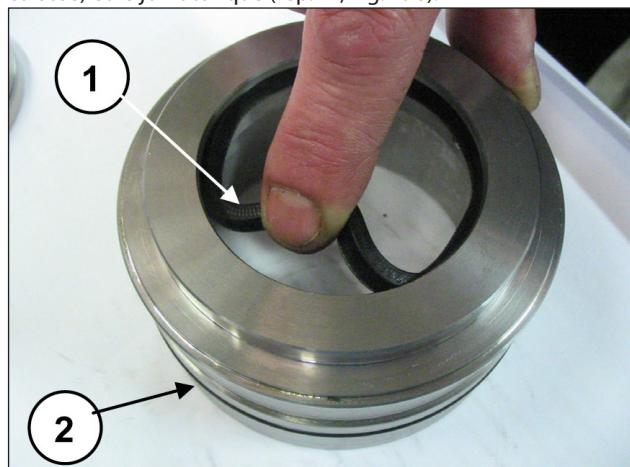

Fig. 196
Placer le joint basse pression dans le support des joints KC (rep. ①, Fig. 196) en prenant garde au sens de montage de la lèvre d'étanchéité qui doit être orientée vers l'avant (vers la culasse) et le joint torique (rep. ②, Fig. 196).